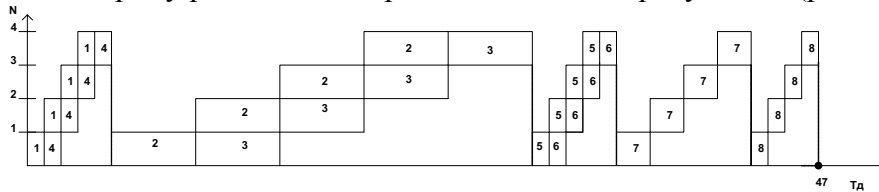

Рис. 3
2) Розглянемо діаграму роботи конвеєра зі статичною перебудовою (рис. 3).